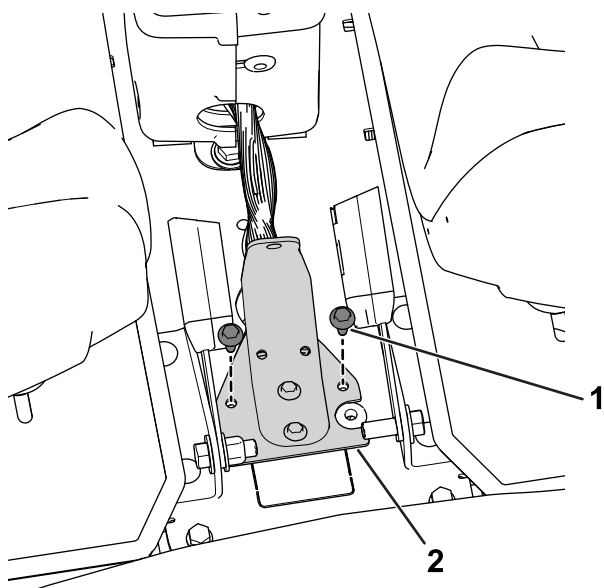

Figura 31
3. Utilize os parafusos previamente removidos para prender a base da cablagem à consola (Figura 31).